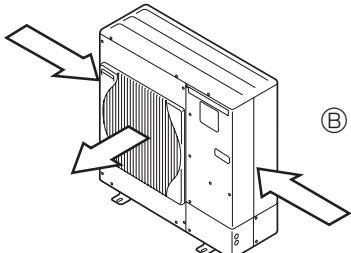

Fig. 2-4
- ③ Placera om det går enheten så att luftutblåset blåser vinkelrätt mot den säsongsbetingade vindriktningen. (Fig. 2-4)
- ④ Luftledare
- ⑤ Vindriktning